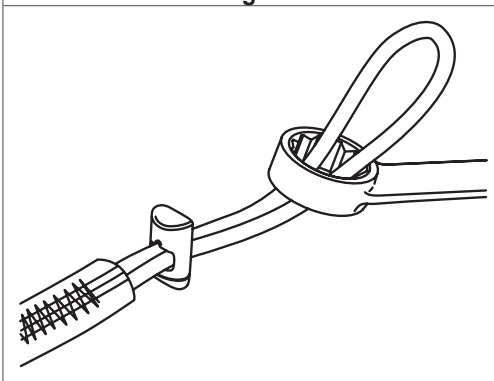

Fig. 3
1. Haga pasar el lazo de la atadura por el punto de enganche de una herramienta. (Figure 3)